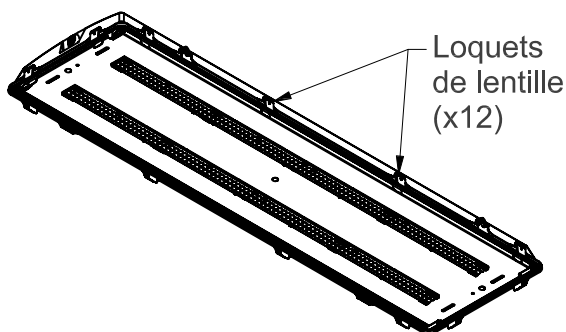

FIGURE 4
1. Dégager les 12 loquets et retirer complètement la lentille du luminaire (Figure 4).